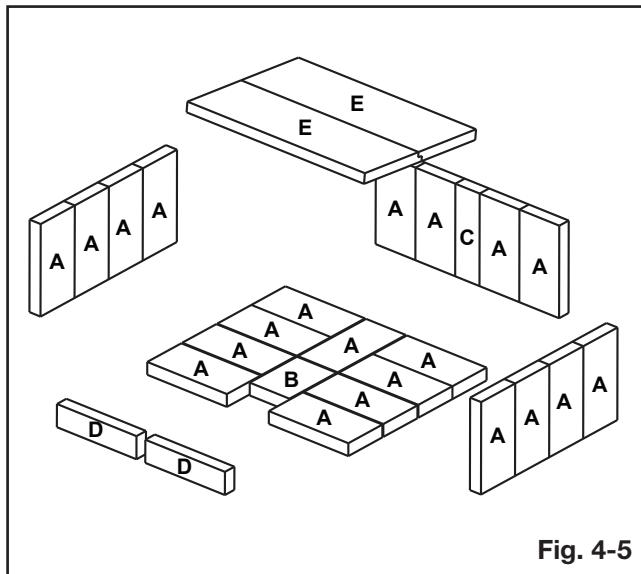

Fig. 4-5
Une fois que l'installation de l'appareil et du tuyau de raccordement est complété, mettez les briques en place en procédant tel qu'illustré ci-dessous (**Fig. 4-5**).
Placez brique (C) dans le centre, avec deux (A) briques sur les côtés comme illustré (**Fig. 4-5**).
- Installez deux (D) briques le longue de l'avant de l'appareil au dessous de la corniche au bas de l'ouverture de la porte.